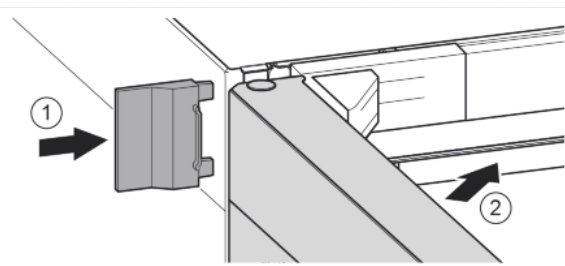

Fig. 23
- Надвинуть внешнюю крышку. Fig. 23 (1)
- Закрыть верхнюю дверь. Fig. 23 (2)